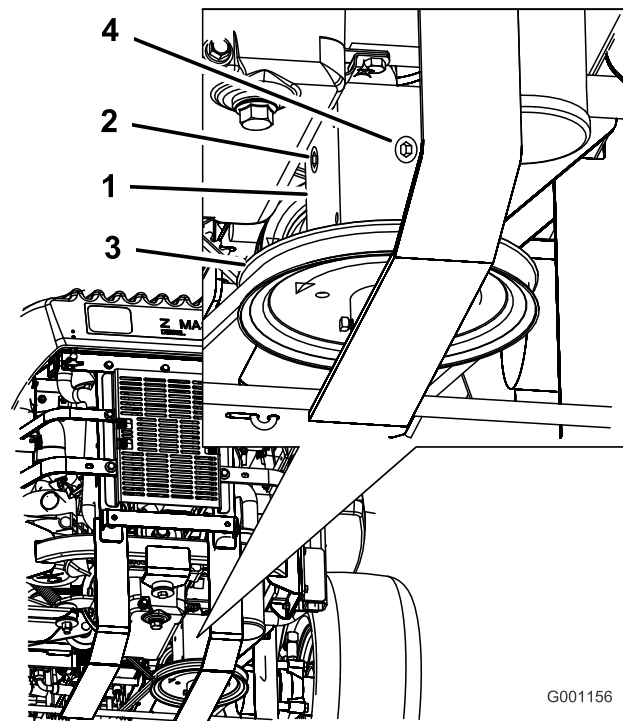

Figura 80
3. Retire o tampão lateral ou traseiro da caixa de velocidades (Figura 80).